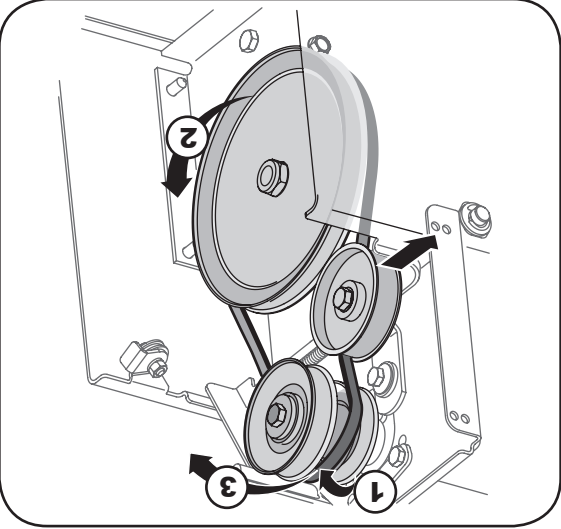

Figure 31
1. Éloignez la poulie de tension de l'arrière de la courroie d'entraînement pour relâcher la tension, puis dégagez la courroie de la poulie de tension. Voir la Figure 31.